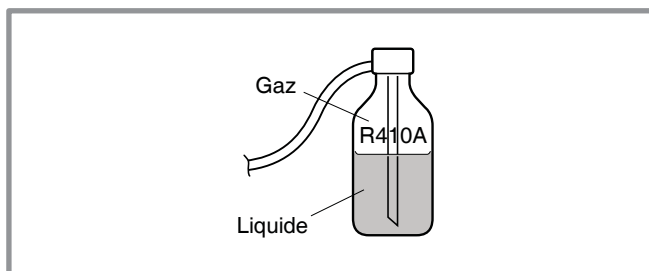

figure 19 - Bouteille de gaz R410A
- Raccorder le flexible haute pression du *Manifold* sur l'orifice de charge (*figure 19*).